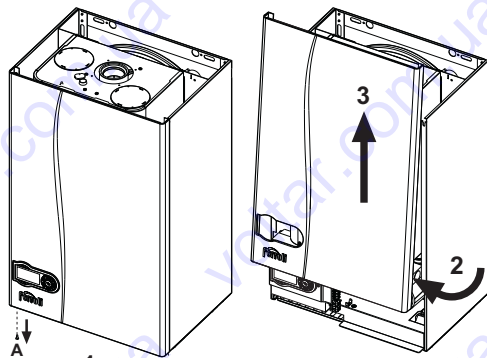

рис. 26 - Снятие кожуха
1. Отвинтите винты "А" (см. рис. 26).
2. Поверните кожух (см. рис. 26).